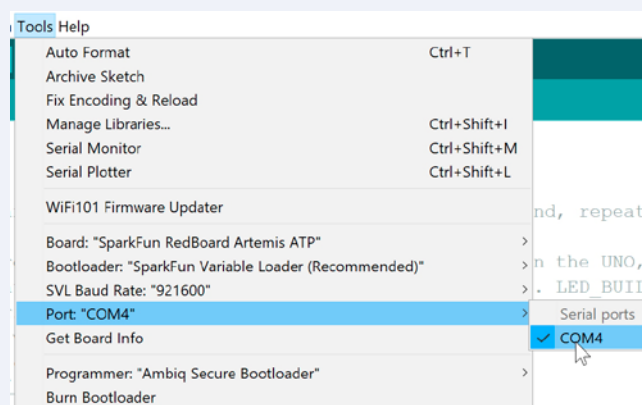

Figure 10. Sélection du port COM.
**Étape 1 :** Sélectionner la bonne carte et le bon port COM dans l'EDI Arduino. Vérifiez que vous avez sélectionné la bonne carte et le bon port COM dans le menu *Outils*. COM 4 est indiqué sur la **fig. 10**, mais votre port COM peut être différent.